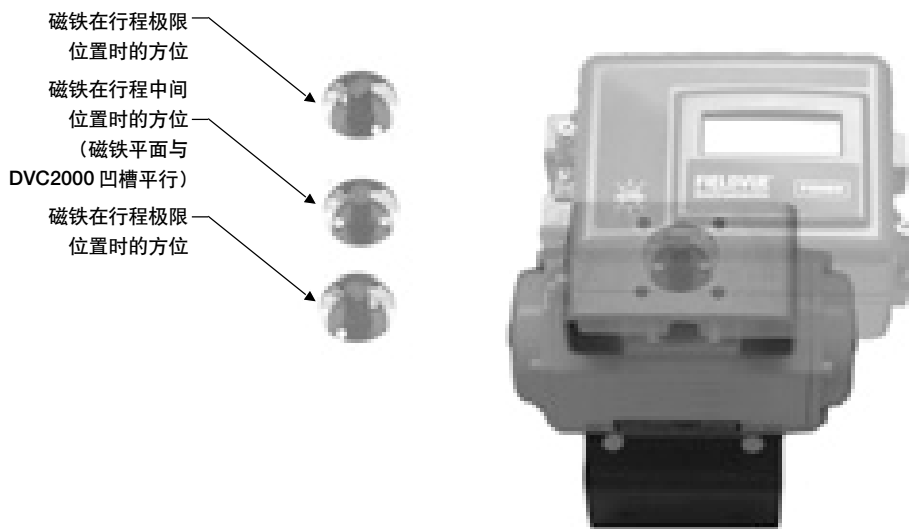

图2-12. 安装在90°旋转式执行机构上时磁铁组件的方位
1. 将磁铁组件安装到执行机构驱动轴上，在行程中点时，磁铁组件上的平面必须与 DVC2000 壳体背面的槽道平行，如图 2-12 所示。